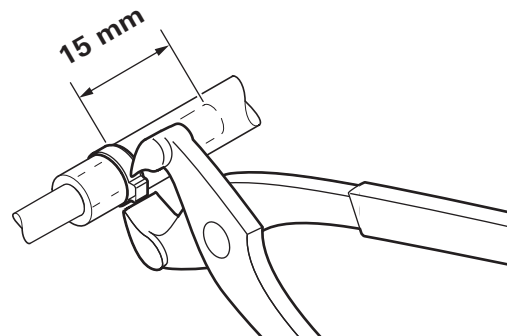

Abb. 24
- ▶ Einrohrklemmen positionieren, dabei darauf achten, daß die Kraftstoffleitung mindestens 15 mm über die Einrohrklemmen hinausragt (Abb. 24).